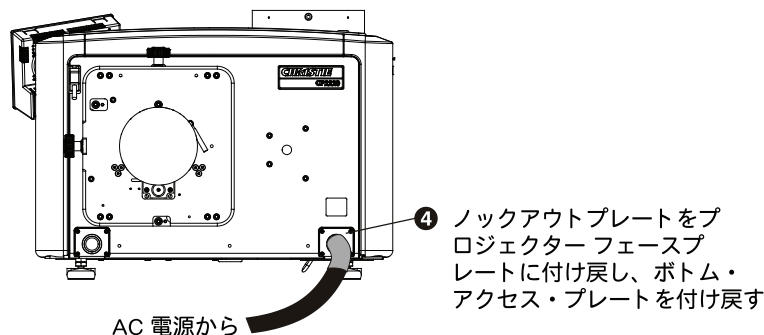

図 2-12
5. すべてのケーブルを接続したら、ノックアウトプレートとターミナルブロックの上のボトムアクセスパネルを取り付ける。(図 2-12)